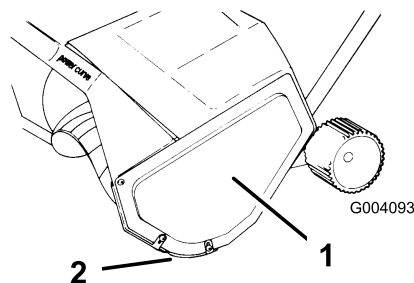

Bild 15
Hinweis: Wenn Sie die Rotorblätterwelle nicht durch Festhalten der Rotorblätter entfernen können, nehmen Sie die linke Abdeckung und die Kufe ab (Bild 15).
1. Nehmen Sie die drei Schrauben ab, mit denen die linke Seitenplatte am Rahmen der Schneefräse befestigt ist (Bild 15).
1. Nehmen Sie die Schrauben ab, mit denen die linke Seitenplatte und die Kufe am Rahmen der Schneefräse befestigt sind (Bild 15).